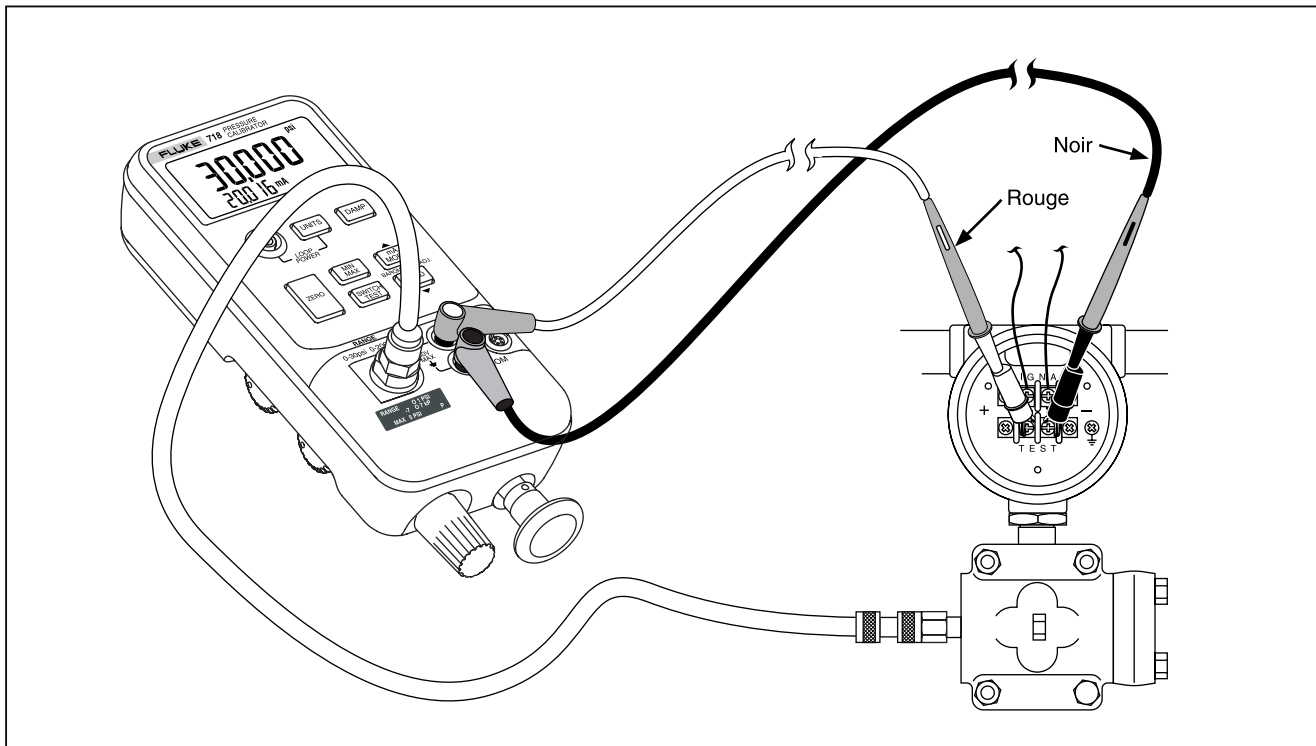
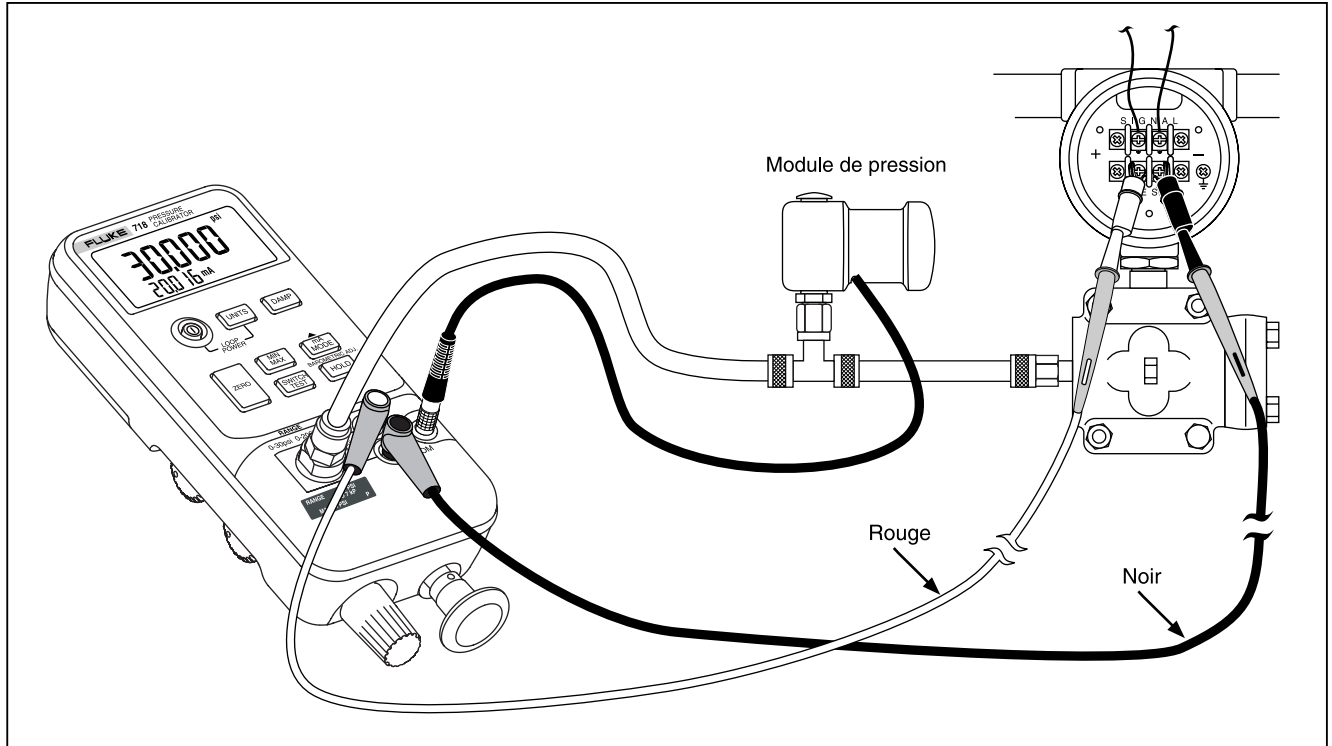

Figure 4. Capteur de pression interne avec pompe interne
Figure 5. Module de pression avec pompe interne
L'utilisation normalisée de la pompe interne est décrite à la figure 4 où le calibrateur affiche la pression mesurée avec le capteur interne et fournie par la pompe interne.
La pompe interne peut également être utilisée avec certains modules de pression Fluke 700. Dans ce cas, la pression mesurée par le module de pression est affichée par le calibrateur. Les modules de pression appropriés sont présentés pour chaque modèle de calibrateur dans le tableau 6. La figure 5 montre la pompe interne utilisée avec un module de pression.
2. Branchez le transmetteur de pression au capteur interne du calibrateur conformément à la figure 4 (pour les mesures du capteur de pression interne) ou à la figure 5 (pour les mesures du module de pression).